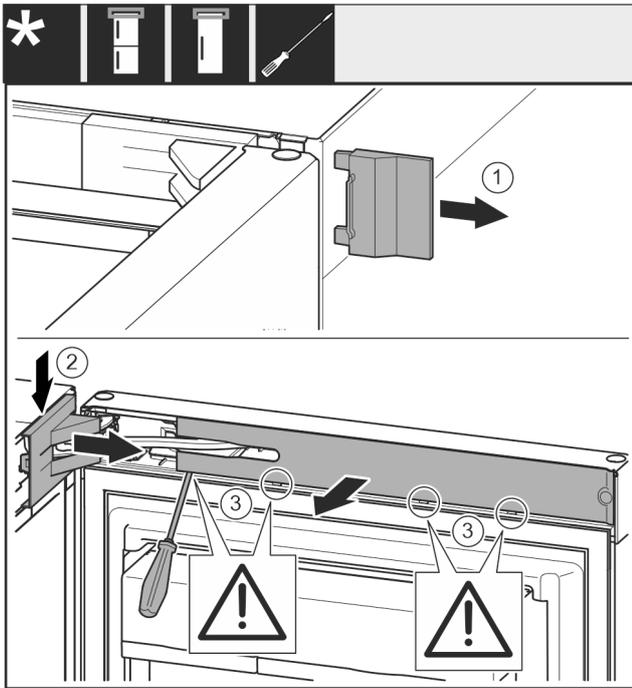

Fig. 8
- ▶ Rimuovere la copertura Fig. 8 (1).
- ▶ Disinnestare e allentare la copertura del blocco di supporto Fig. 8 (2).
- ▶ Rimuovere la copertura del blocco di supporto Fig. 8 (2).
- ▶ Disinnestare la maschera Fig. 8 (3) con un cacciavite a intaglio e ruotarla lateralmente.